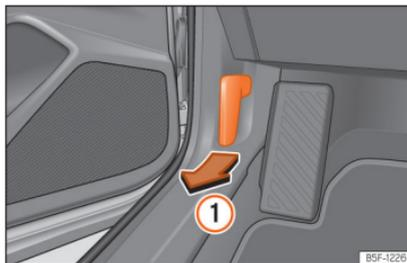

Fig. 227 Alavanca de desbloqueio no espaço para a zona dos pés do condutor.
- Abra a porta e puxe pelo manípulo que existe debaixo do painel de instrumentos »» Fig. 227 (1).